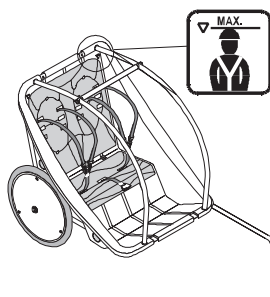

fig. 2
- Per assicurare, in caso di ribaltamento, la protezione dei bambini, questi ultimi devono disporre all'interno del rimorchio di sufficiente spazio per la testa (si consiglia almeno 5 cm.). Fare in modo che, a casco indossato, i bambini non superino mai il segno riportato all'interno del rimorchio (fig. 2).